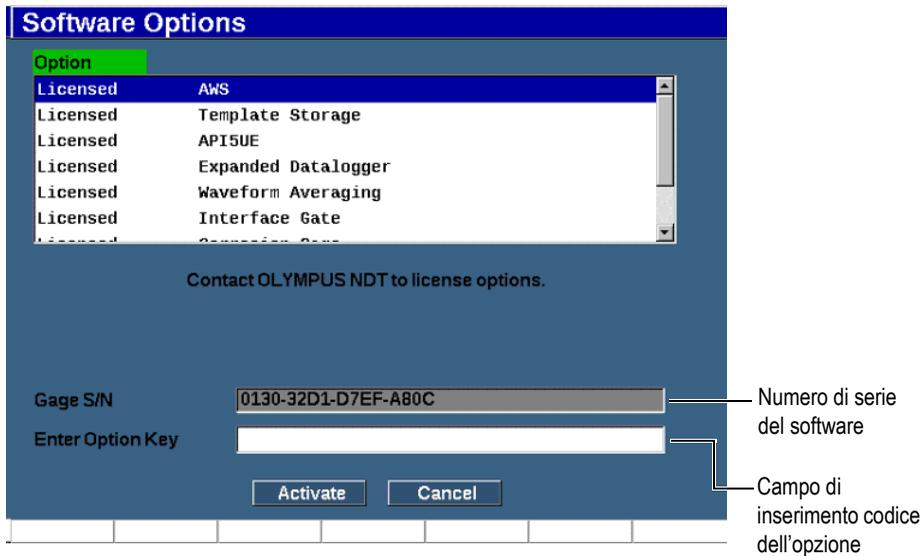

Figura 11-1 La finestra di dialogo per l'inserimento del codice dell'opzione
2. Premere **Opzioni software** (tasto P4) per aprire la pagina di configurazione **Opzioni software** (Software Options) [vedere Figura 11-1 a pagina 258].
7. Inserire il codice di attivazione nel campo **Inserire codice** (Enter Option Key) [vedere Figura 11-1 a pagina 258].